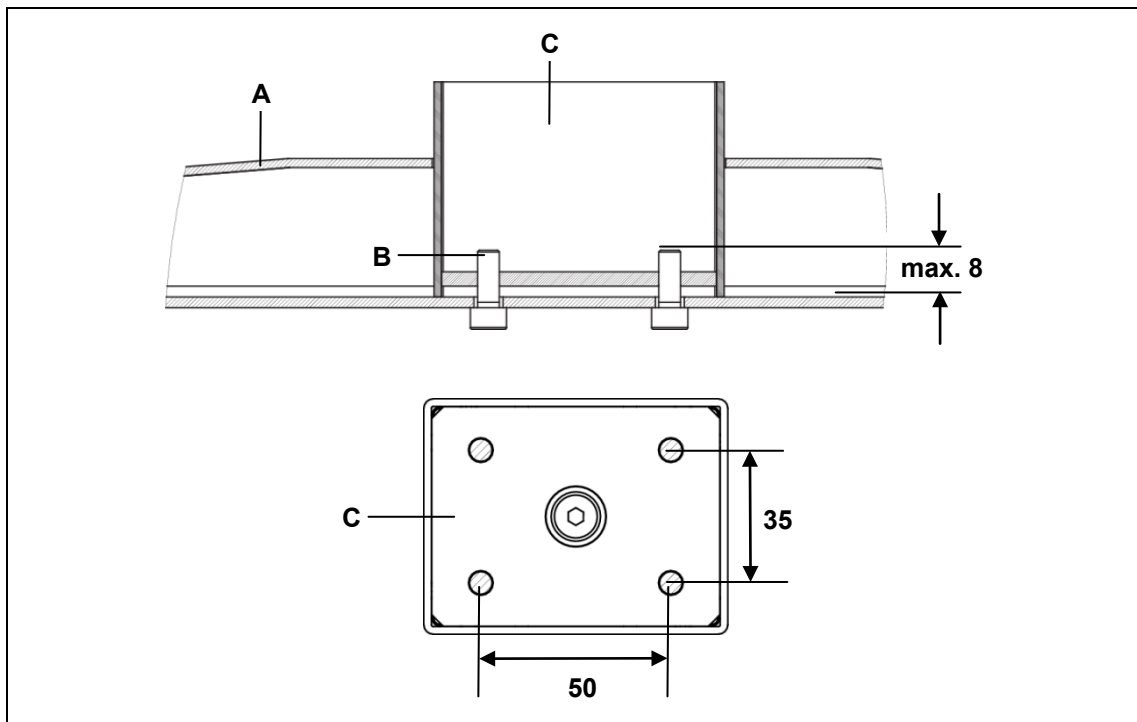
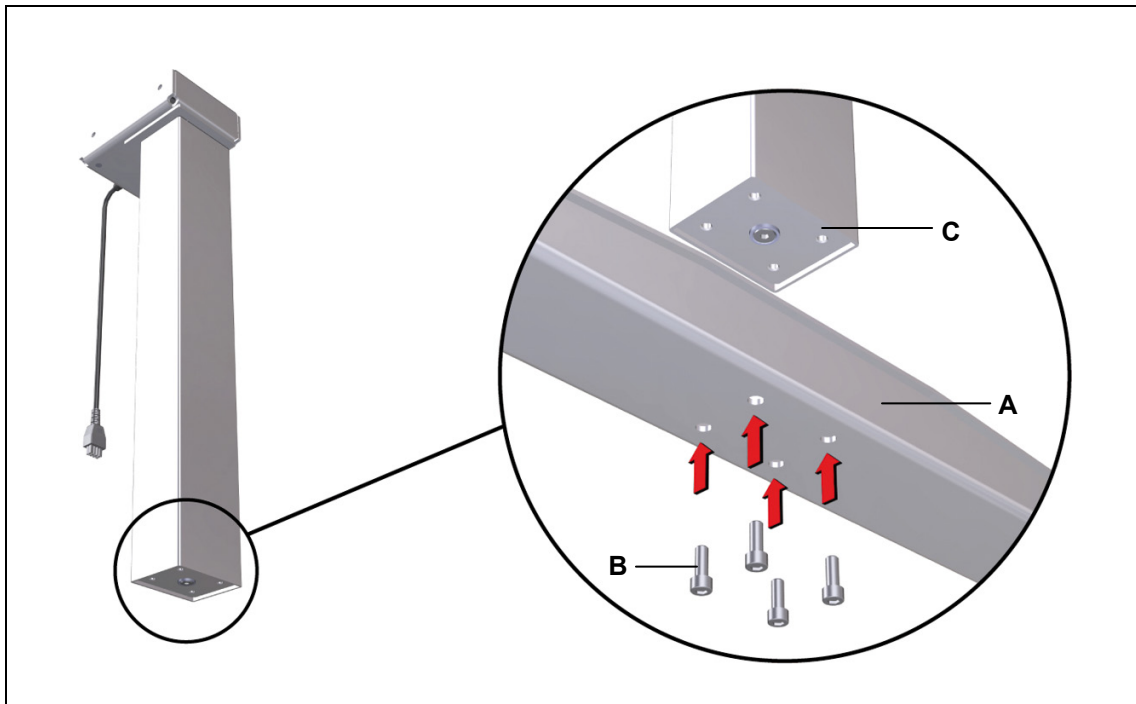

Abbildung 7 Montage Tischfuß (Variante A): (Angaben in mm)
Abbildung 8 Beispiel: Montage Tischfuß (Variante A)
- Verwenden Sie Zylinderschrauben M6 (Festigkeitsklasse 8.8), wie in Abbildung 7 gezeigt. Das Anzugsdrehmoment darf maximal 10 Nm betragen.
- 1 Schrauben Sie den Tischfuß mit vier Schrauben an das Fußende der Hubsäule, wie in Abbildung 8 gezeigt (maximales Anzugsdrehmoment 10 Nm). Die Montagemaße entnehmen Sie Abbildung 7.